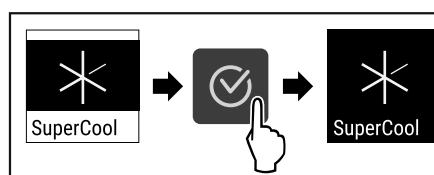

Fig. 74
- Εκτελέστε τα βήματα ενεργειών (βλέπε Fig. 74).